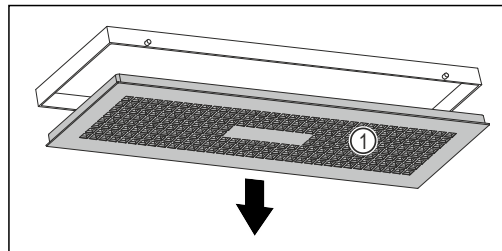

Fig. 161
- Okrenite kutiju za vodu lagano prema dolje i pritom čvrsto držite poklopac Fig. 161 (1).
- Izvadite poklopac Fig. 161 (1).